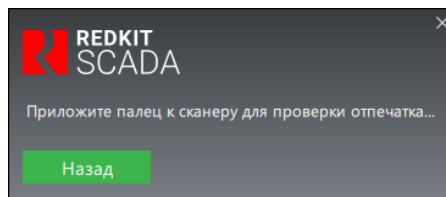

Рисунок 397 - Вход в Redkit с отпечатком
3. Нажмите "Войти". Появится сообщение - Рисунок 397.